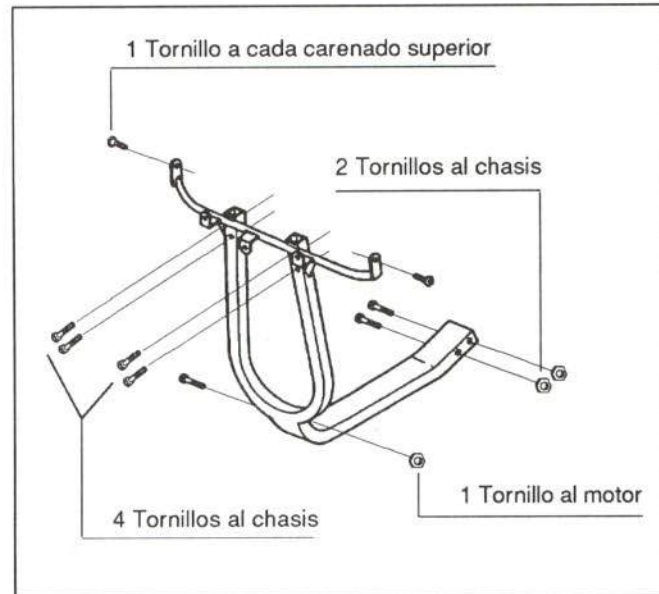

Figura 36.- Unión del subchasis delantero
En la figura 36 se muestra la forma de montaje de esta pieza.
Para ello se retiran los tornillos indicados en la figura 36.
- Tornillos de sujeción del subchasis delantero (figura 36).